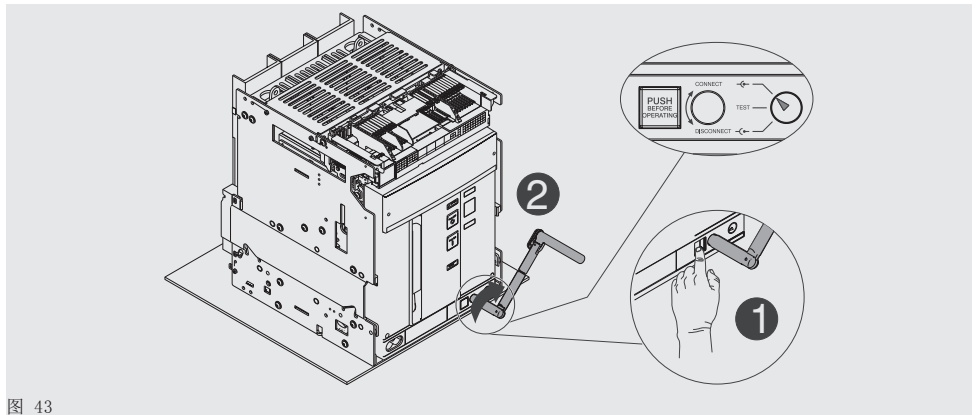

图 43
10. 按下锁定按钮，顺时针转动摇把，直到按钮弹出且位置指示装置显示断路器已处于CONNECT 位置为止。请查阅 图 43.